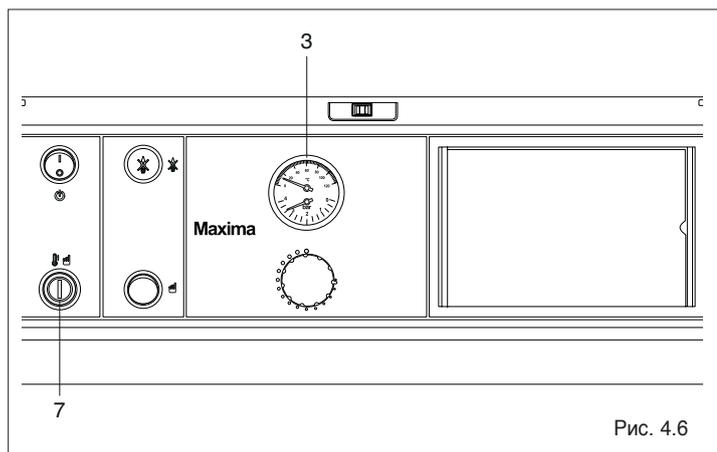

Рис. 4.6
При срабатывании предохранительного термостата котёл останавливается, при этом не загорается никаких световых индикаторов на панели управления. Однако его срабатывание можно обнаружить по термометру котла (3, Рис. 4.6).
- Снимите колпачок с предохранительного термостата (7, Рис. 4.6)